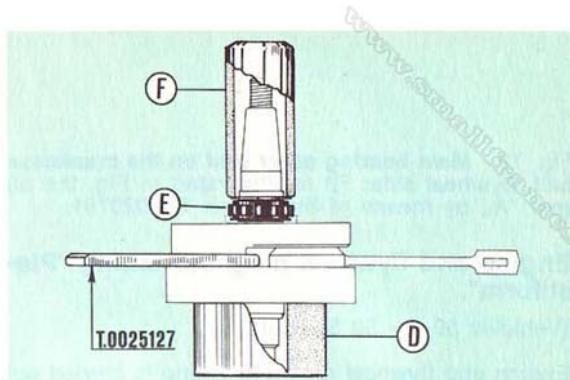

Fig. 69
Fig. 69 - Inner ring of the roller main bearing (Vespa 125 Primavera - 125 Primavera ET3): Place the crankshaft (clutch side) on the base "D" of a suitable height and with the central hole \varnothing 35 mm. (1".38).
N. B. - When fitting the inner ring "E" insert between the crank halves the proper wedge T. 0025127 to avoid crankshaft deformations (see fig. 69).
Fig. 69 - Anillo int. cojinete de rodillos cigüeñal (Vespa 125 Primavera - 125 Primavera ET3): Introducir el cigüeñal lado embrague sobre una base de apoyo "D", con \varnothing int. 35 mm.; montar la pista int. "E",, calentada en baño de aceite a 100° C, del cojinete de rodillos sobre el cigüeñal (lado volante) empleando como puntero "F,, un trozo de tubo con \varnothing int. 22 mm.
N. B. - Durante el montaje de la pista "E,, introducir la cuña T. 0025127 entre los semicigüeñales para evitar deformaciones en el cigüeñal, (ver fig. 69).